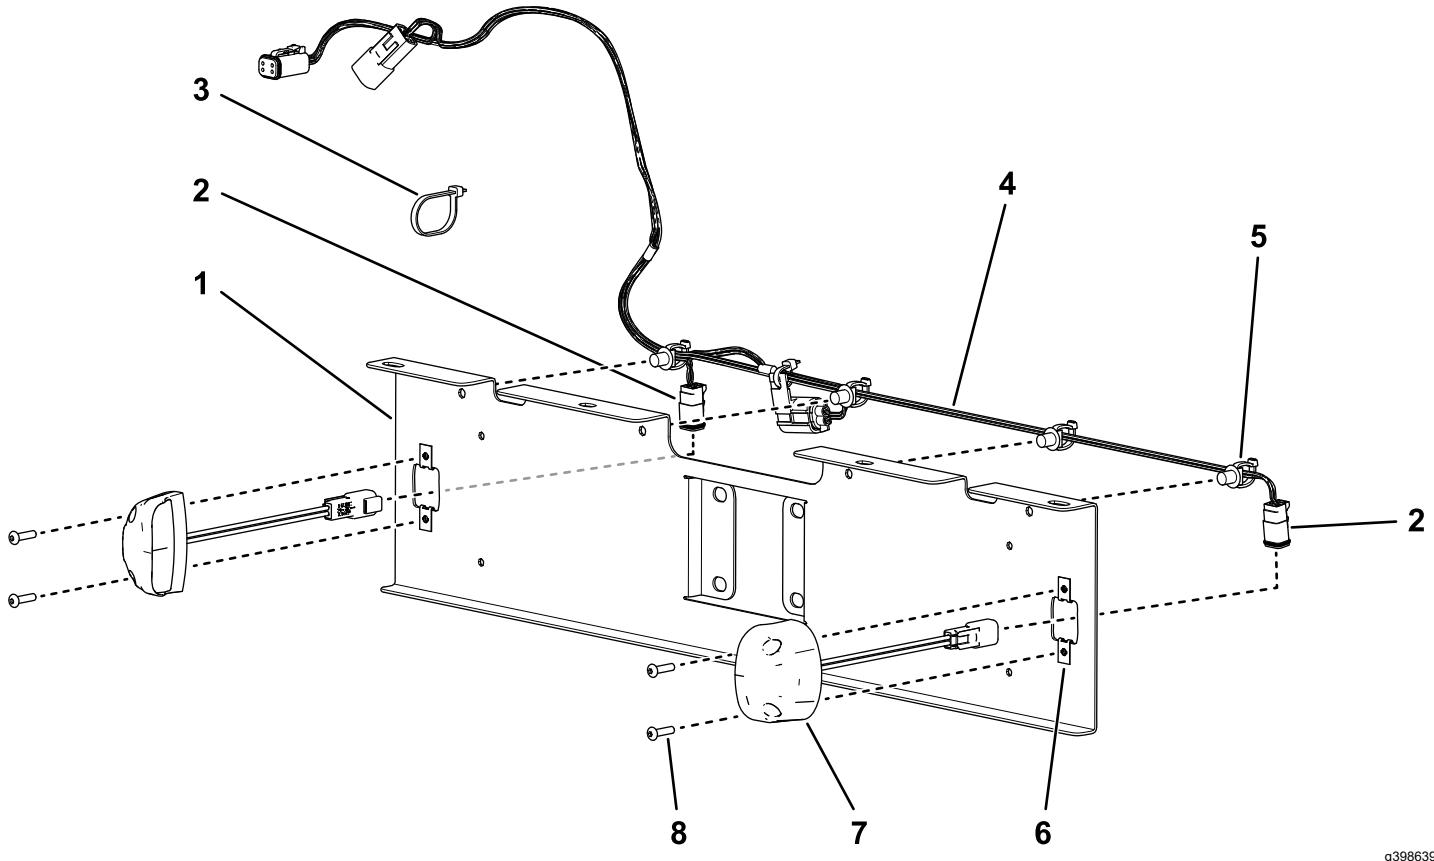

Bild 1
1. Verlegen Sie den Kabelbaum des Nummernschildes oben entlang der Nummernschildhalterung, wobei die zwei großen Anschlüsse und die Sicherung auf der linken Seite sein sollten (Bild 1).
2. Drücken Sie die vier Eindrückbefestigungen auf dem Kabelbaum in die entsprechenden Löcher in der Halterung, um den Kabelbaum an der Nummernschildhalterung zu befestigen (Bild 1).
3. Verlegen Sie die Lichtanschlüsse des Nummernschildes durch die großen Löcher an jedem Ende der Halterung und schließen Sie sie an die beiden Nummernschildlampen an (Bild 1).
4. Befestigen Sie die Lampen mit 4 Sechskantschrauben (#10" x $\frac{3}{4}$ ") und 4 Clipmuttern an der Halterung, wie in gezeigt Bild 1